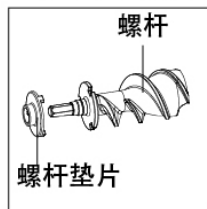

图2
7. 不锈钢螺杆如需清洗螺杆垫片和螺杆之间的间隙，请用一字螺丝刀撬开螺杆垫片。（清洗后请及时安装到位，以免丢失。如图2）